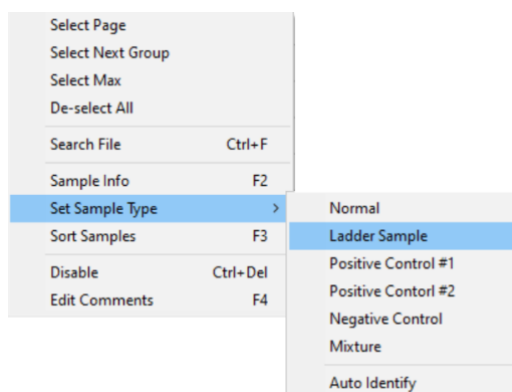

Рисунок 20
4. Выбрать файл аллельной лестницы в списке слева, кликнуть правой клавишей мыши и установить тип образца как «**Ladder Sample**» (рисунок 20).